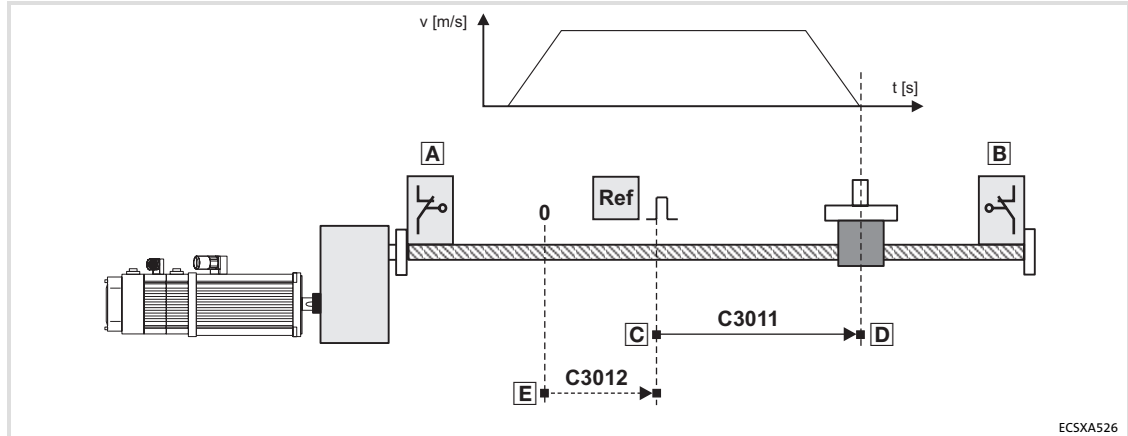

Fig.6-28 Desplazamiento de la posición cero (nota: el comportamiento es distinto entre ECS Motion y ECS Posi&Shaft)
2. a) C3012 = 50000 [inc] (véase Fig.6-28):